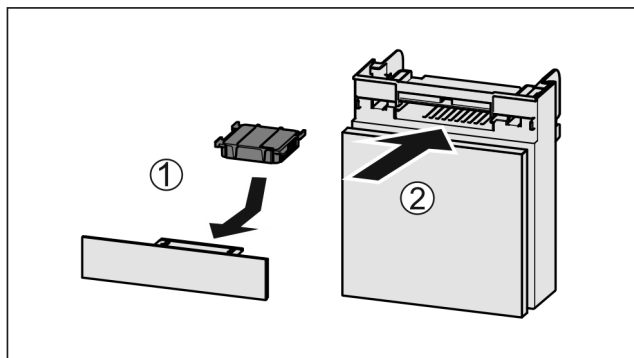

Fig. 166
- Filtr s aktivním uhlím vložte podle vyobrazení Fig. 166 (1).
- Zásuvku zasuňte Fig. 166 (2).